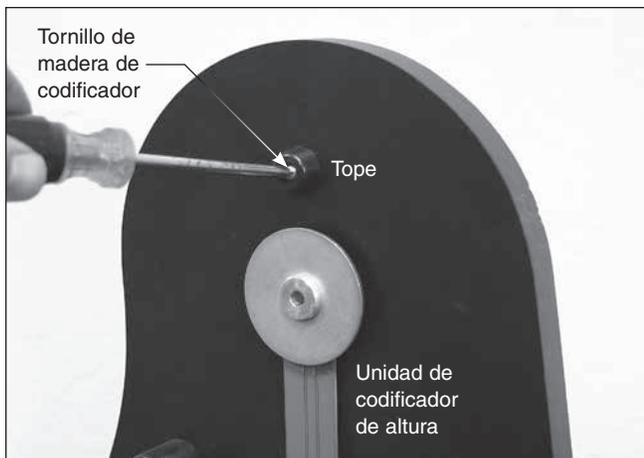

Figura 16. Monte el tope en el agujero guía situado encima de la unidad del codificador de altura utilizando uno de los tornillos de madera del codificador.
18. Hay un agujero guía por encima de la unidad del codificador de altura, que es donde se debe montar el tope de plástico (que se incluye en el kit de IntelliScope) que protege la unidad del codificador de altura. Tome el tornillo de madera del codificador restante del kit de IntelliScope, empújelo a través del tope y utilice un destornillador de estrella para enroscarlo en el agujero guía hasta que quede apretado (**figura 16**).